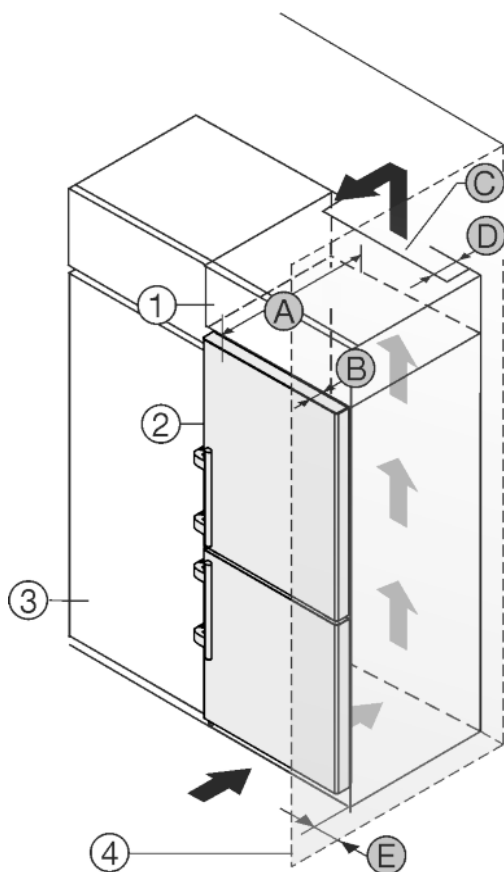

Fig. 13
Skåpet kan byggas in med köksskåpen. För att anpassa skåpet Fig. 13 (2) till höjden på köksskåpen kan ett överskåp Fig. 13 (1) monteras.
Skåpet kan placeras direkt intill köksskåpet Fig. 13 (3). För att öppna dörrarna helt måste skåpet skjutas ut med djupet Fig. 13 (B) i förhållande till köksskåpets front. Beroende på köksskåpens djup och användningen av väggdistanshållare kan skåpet skjutas ut ännu mer.
- På överskåpets baksida ska det finnas ett ventilationsschakt med djupet Fig. 13 (D) längs hela överskåpets bredd.
- Under innertaket måste ventilationsarean Fig. 13 (C) observeras.
Om skåpet placeras med gångjärnen vid en vägg Fig. 13 (4) ska avståndet Fig. 13 (E) mellan skåpet och väggen observeras. Detta motsvarar handtagsavståndet med öppen dörr.